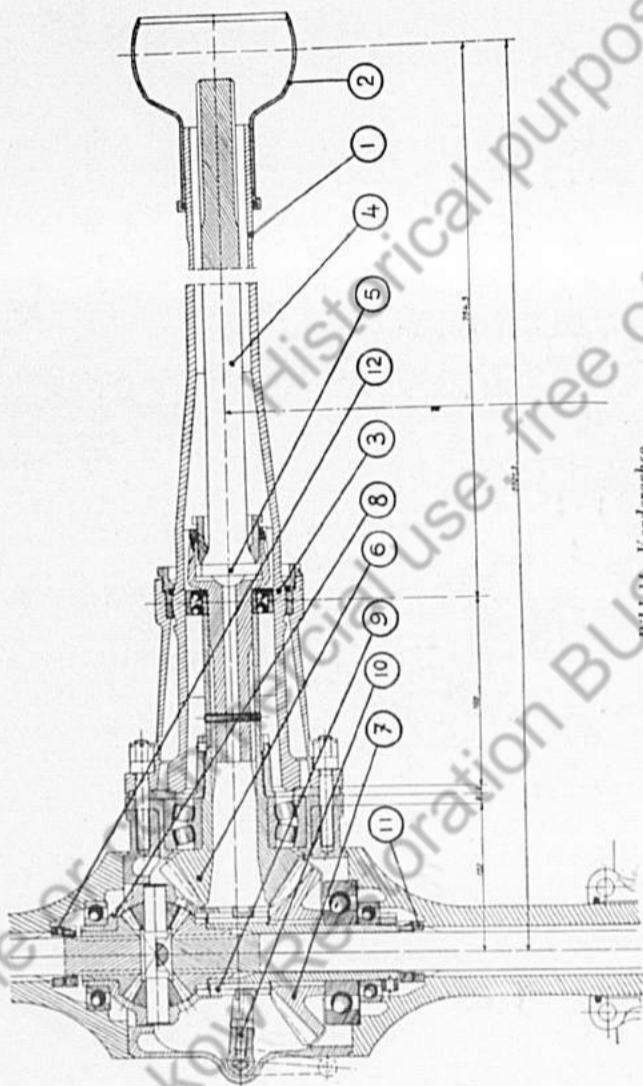

Bild 14. Vorderachse.
4. Vorder- und Hinterachsbrücke (Bild 14).